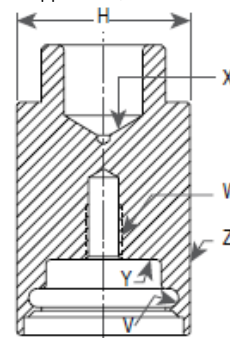

Рис.14: Держатель диска
1. Внешняя поверхность изношена, имеет овальность или задиры, и размер "H" не выдерживается. (Рис.14 и таблица 8).
Рисунок 14а: Исполнение 1 Рисунок 14б: Исполнение 2
Рисунок 14с: С мягким уплотнением седла-DA/DA-BP